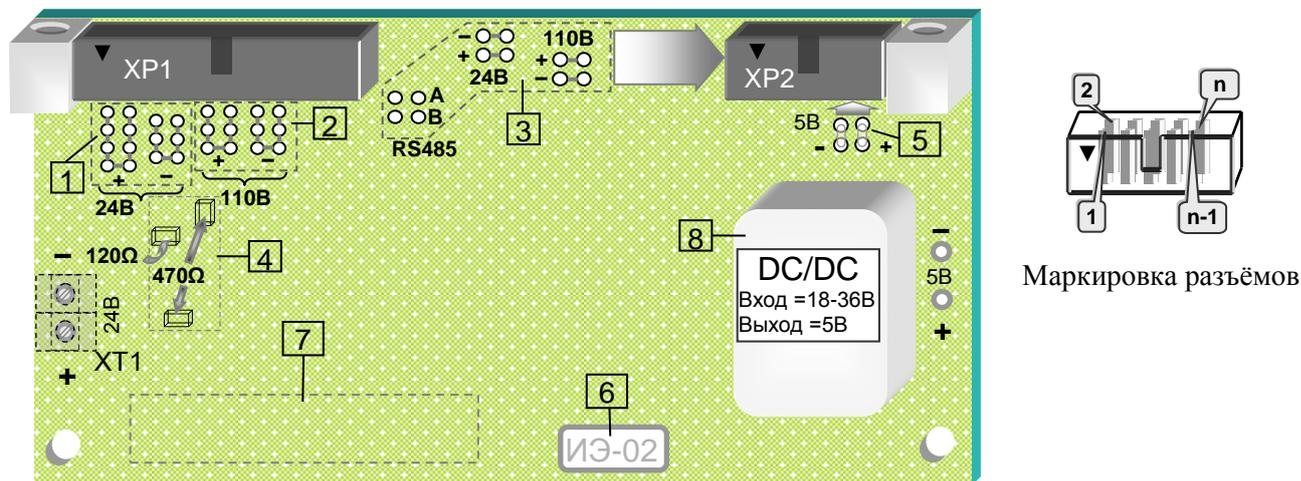

Рис. 3.
1.4.2 Поле перемычек для подключения разъёма XP-1 модуля БП-01 к разным каналам источников питания 24В (позиция 1 на рис. 3) состоит из четырёх групп расположенных вертикально в ряд металлизированных отверстий (далее контактов), замкнутых перемычками в виде печатного проводника. Две правые группы контактов предназначены для подключения каналов + 24В/1 и + 24В/2 (справа налево), а их нижние контакты соединены перемычкой в виде печатного проводника. При подключении к одному каналу перемычка, соединяющая группу контактов другого канала удаляется с помощью скальпеля или методом сверления среднего контакта (переходного отверстия) сверлом диаметром 1,2-1,5мм.